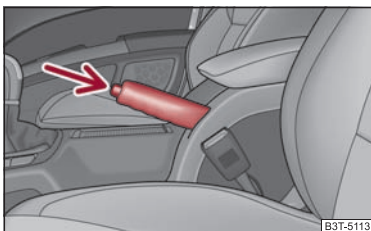

Fig. 130 Consola centrală: Frâna de mână
- Acționați maneta frânei de mână puțin în sus și în același timp apăsați butonul de blocare ⇒ fig. 130.